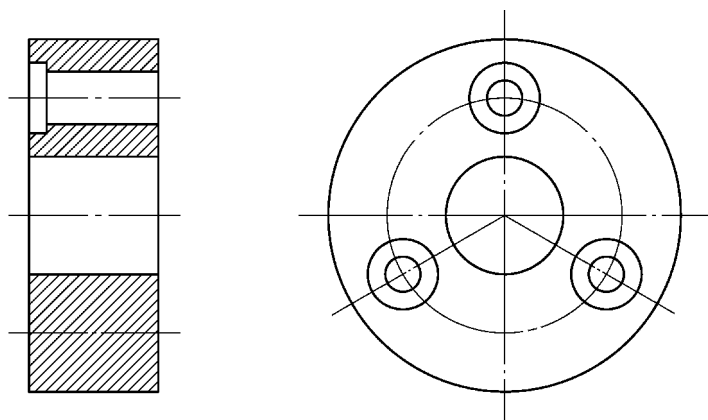

图 11-31 轴承端盖
本节绘制的轴承端盖如图 11-31 所示。
(8) 填充剖面 单击【图案填充和渐变色】按钮, 最终图形如图 11-31 所示。